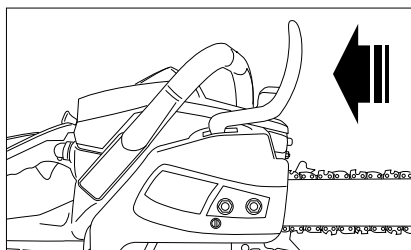

Fig. 4
2. Placez le frein de chaîne en position de travail en tirant le levier sur vous-même. Assurez-vous que la chaîne tourne autour du guide-chaîne (fig. 4).